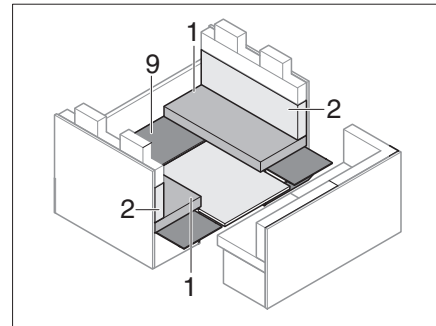

Fig. 200 Durante la transformación
- Colocar de nuevo la subestructura (Fig. 200,9).